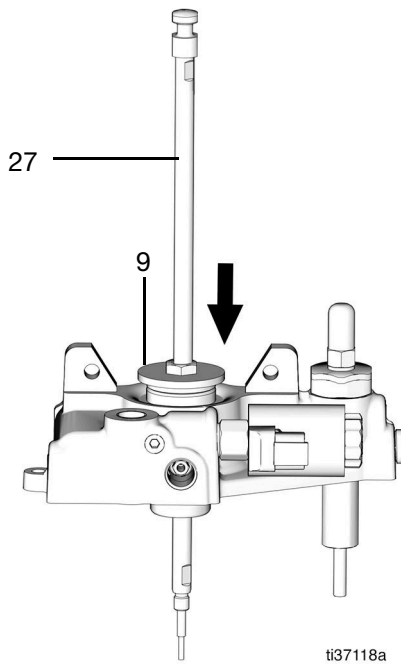

Рис. 54
7. Нанесите консистентную смазку тонким слоем на шток насоса (27) и протолкните его в корпус насоса через отверстие в стопорной гайке (9) (Рис. 54).